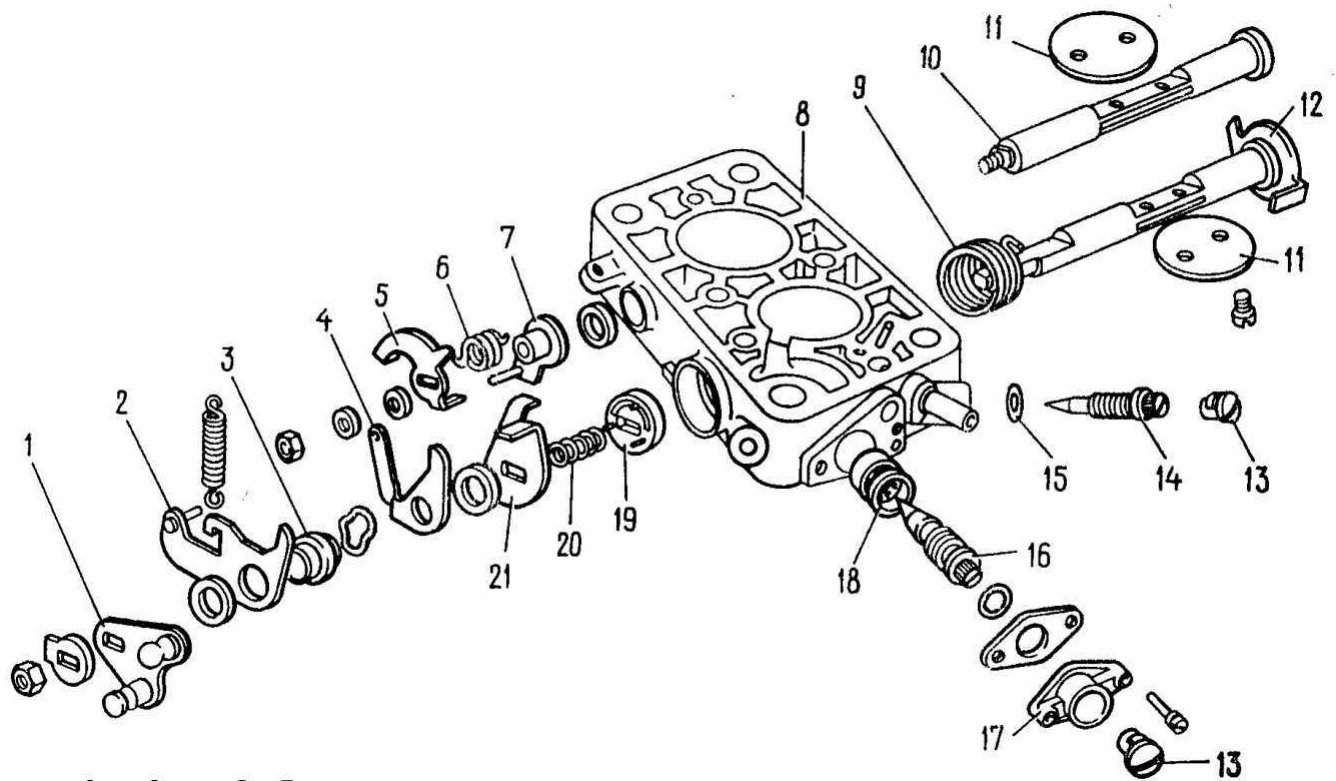

Fig. 2-95. Piezas del cuerpo de las mariposas de gases de los carburadores 2107-1107010-10 y 2107-1107010-20:
- desenroscar los tornillos de sujeción del casquillo 17 (fig.2-95) del tornillo de velocidad del ralentí y quitar éste junto con el tornillo 16*;
En los carburadores 2107-1107010-10 y 2107-1107010-20 del eje de la mariposa de gases de la cámara secundaria habrá que quitar dos palancas con las arandelas y el muelle (véase fig.2-95).